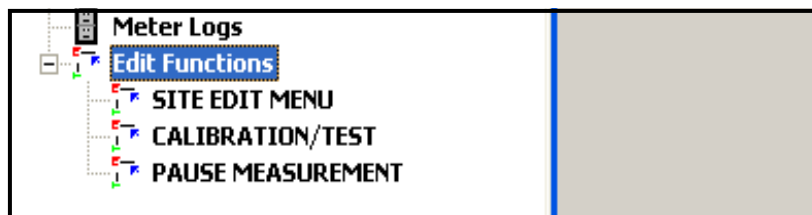
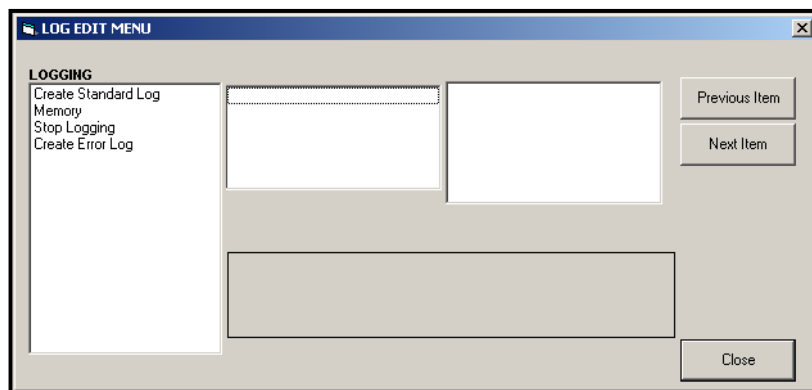

Figura 10: Menu Editar funções para o XGF868i com placa de registro
Figura 11: Janela Log Edit Menu (Menu de edição de registro)
1. No *New Meter Browser* (Navegador do novo medidor) no PanaView, expanda a árvore de rede e abra a opção *Edit Functions* (Editar funções) (descrita no Apêndice C, *Programando o XGF868i por meio do PanaView*). O menu será exibido da mesma forma que a *Figura 10* abaixo.
2. Clique duas vezes no *Log Edit Menu* (Menu de edição de registro), como mostrado na *Figura 10* acima. A janela exibida é semelhante à *Figura 11* abaixo.